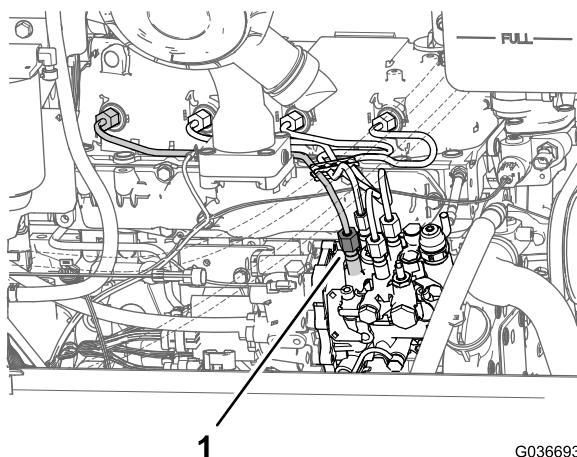

図 74
1. 燃料噴射ポンプの No.1 シリンダ用インジェクタ 図 74 のチューブのナットをゆるめる。